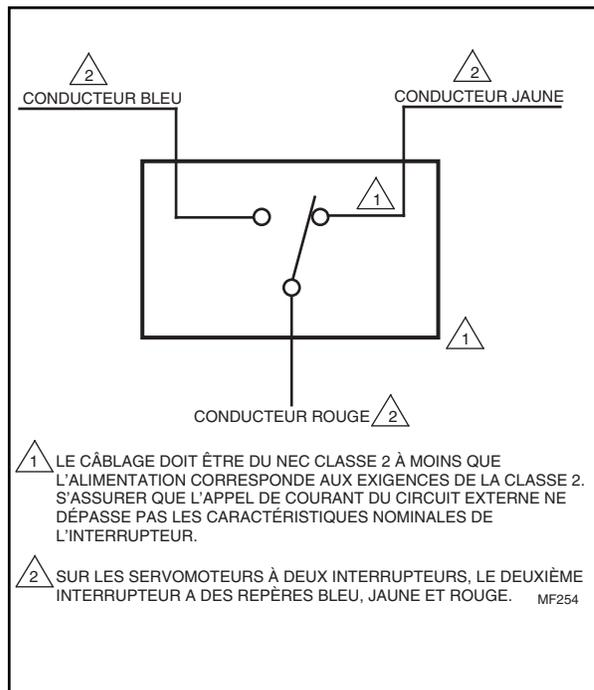
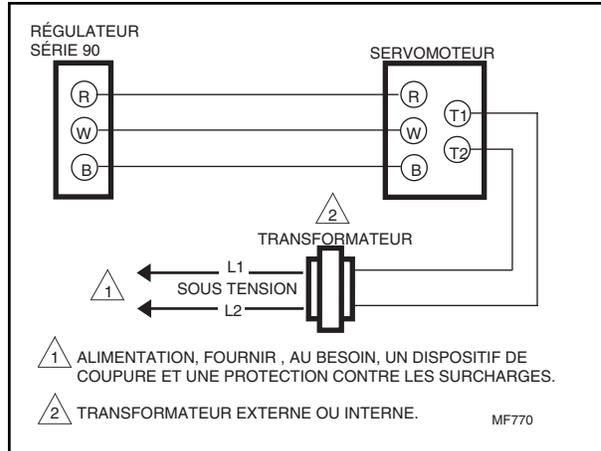
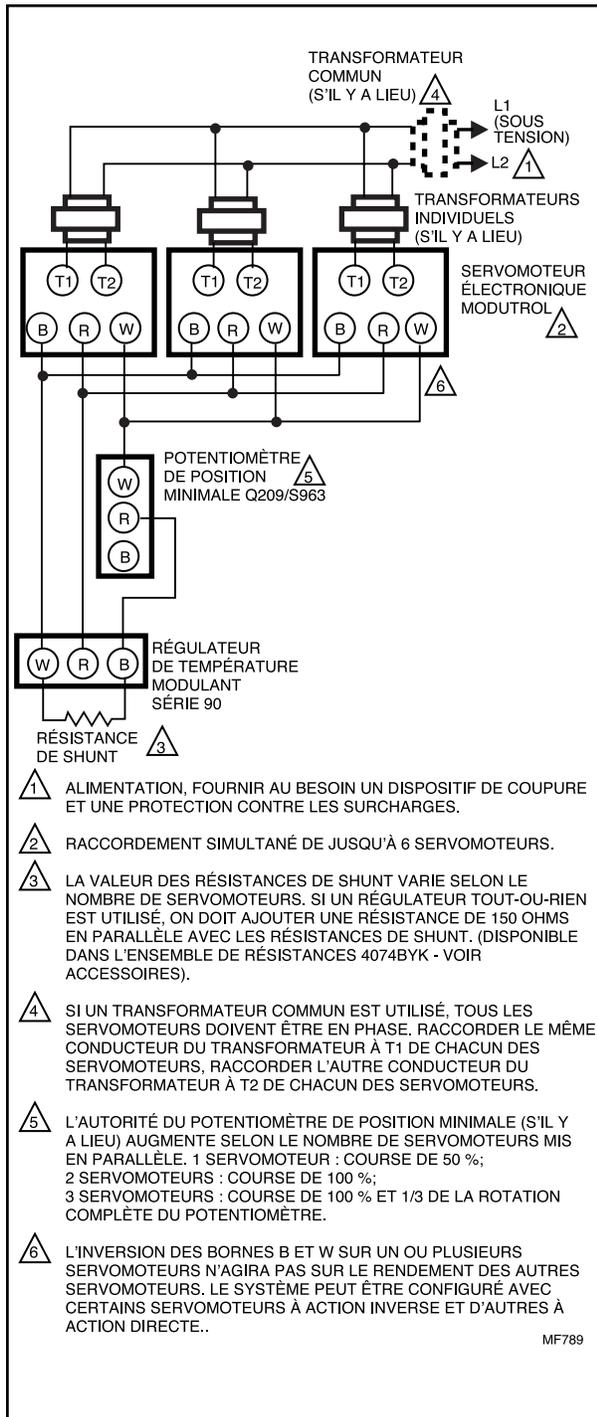
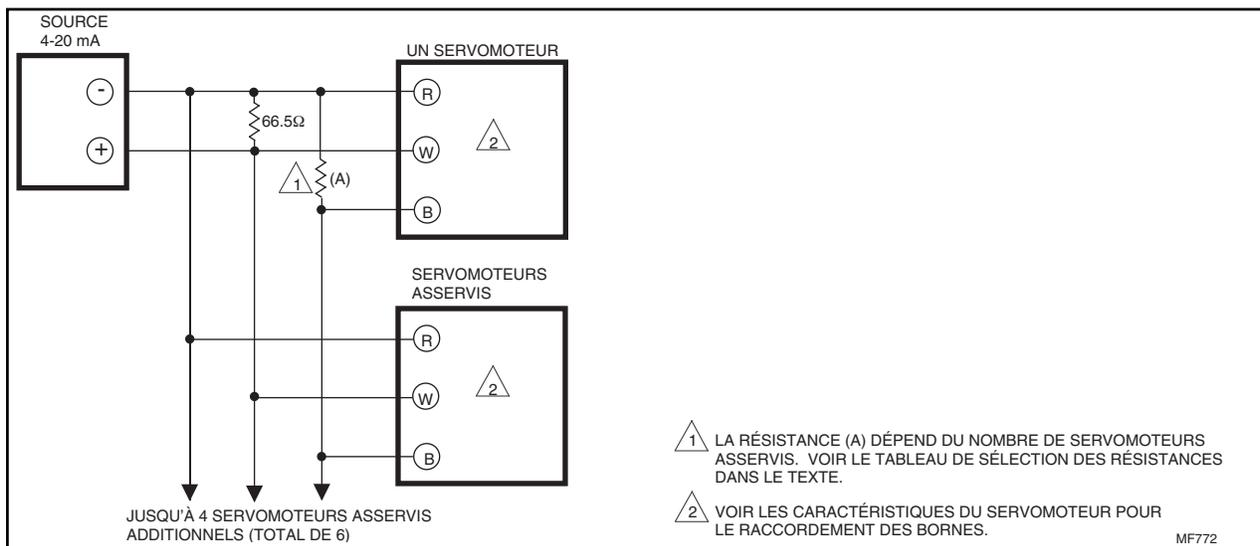

FIG. 6—SCHEMA DE L'INTERRUPTEUR AUXILIAIRE.
FIG. 9—M9184 OU M9194 UTILISÉ AVEC UN RÉGULATEUR SÉRIE 90.
FIG. 15—COMMANDE SIMULTANÉE DE SERVOMOTEURS M9184 OU M9194 EN CHAUFFAGE. UN POTENTIOMÈTRE DE POSITION MINIMUM EST UTILISÉ POUR TOUS LES SERVOMOTEURS.
FIG. 20—RACCORDEMENT DES RÉSISTANCES POUR LA COMMANDE D'UN OU DE PLUSIEURS (SIMULTANÉMENT) M9184 OU M9194 UTILISÉS AVEC UNE ALIMENTATION DE 4 À 20 mA.
Les figures 6 à 8 illustrent les schémas internes. Les figures 9 à 14 présentent les raccordements pour diverses applications. Les figures 15 à 19 démontrent les raccordements pour une régulation simultanée, et la figure 20 illustre le raccordement pour le fonctionnement avec un régulateur 4 à 20 mA.
3. Brancher la résistance choisie entre W et B comme illustré à la figure 15.
Les servomoteurs M9184/M9194 peuvent être utilisés avec quelques produits à usage industriel tel le Dialatrol/Dialapak qui a une sortie de commande de 4 à 20 mA. Il est nécessaire d'avoir un ensemble de résistances (4074EDC pour la commande de 1 servomoteur ou 4074EED pour la commande de jusqu'à 4 servomoteurs) ou un module d'interface Q7230 pour accepter les sources de signaux 4 à 20 mA (Fig. 20).
La commutation et le code de couleurs sont indiqués à la figure 6.